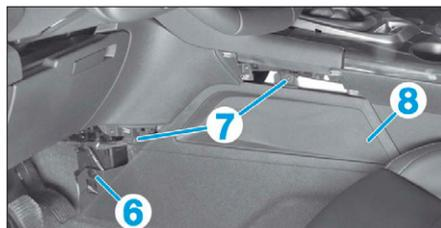

FIG. 4
- les agrafes (6) (Fig.4),
- les vis (7),
- les garnitures (8).